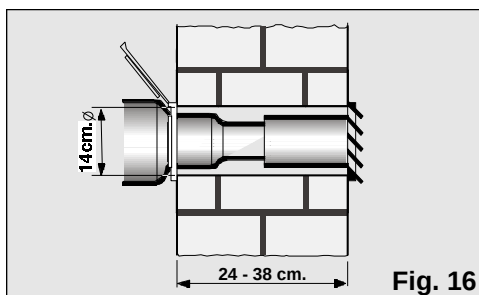

Fig. 16
- ❑ Pour expulser l'air chaud à travers le mur, il faut pratiquer un orifice de 14 cm de diamètre dans celui-ci afin de placer la traversée, Fig. 16.